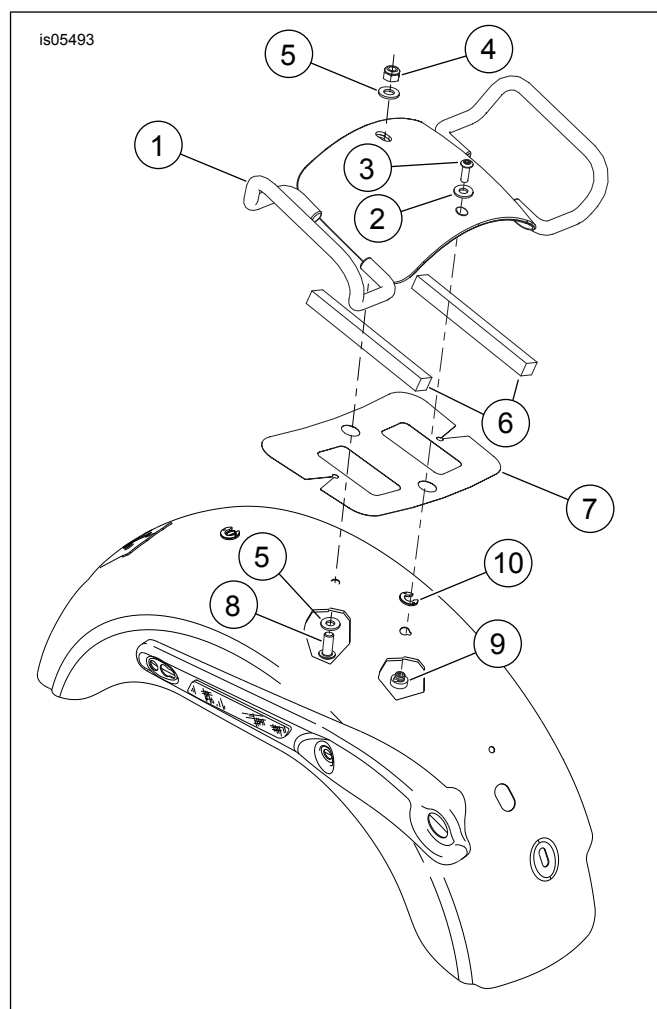

Figura 1. Parti di ricambio: Maniglia di appiglio del passeggero
Vedere Figura 1 e Tabella 1.
2. Vedere Figura 1 e Tabella 1. Staccare il rivestimento dell'adesivo del distanziale in schiuma (6) e fissare la schiuma al lato inferiore della maniglia di appiglio (1) lungo i bordi esterni.
3. Allineare i fori sul nastro di protezione (7) a quelli di montaggio sul parafango e fissare il nastro al parafango.
4. Attaccare il dado di fissaggio della sella (9) con la rondella di ritegno (10).
5. Collocare la maniglia di appiglio sopra i fori di montaggio, usare una rondella (2) e una vite a testa bombata (3) e attaccarla al dado di fissaggio della sella.
6. Dalla parte inferiore del parafango, inserire una vite a testa bombata (8) e una rondella (5) nel parafango stesso e nella maniglia di appiglio e fissarle con una rondella (5) ed un dado bloccante (4).